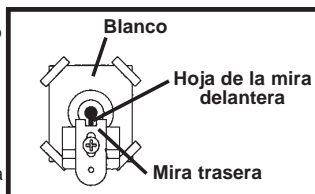

Fig. 6a
- La pistola de aire está apuntada correctamente cuando la hoja de la mira delantera está posicionada exactamente el centro de la muesca de la mira trasera. La parte superior de la hoja de la mira delantera debe estar nivelada con la parte superior de la muesca de la mira trasera. La diana debe verse como si descansara encima de la mira delantera. (Fig. 6A)